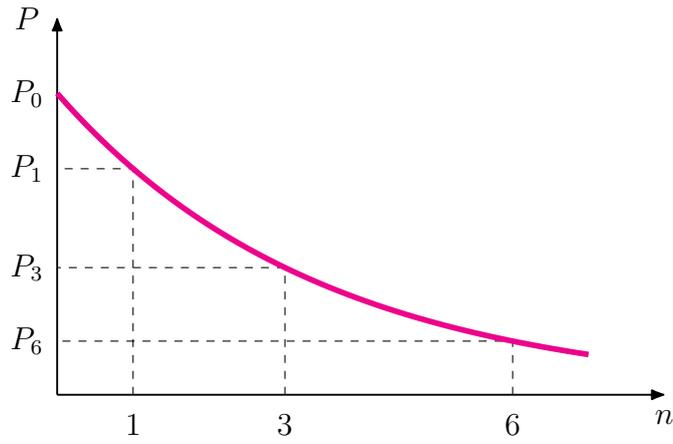

Fig 2. Dependência entre a pressão do recipiente e o numero de carreiras do êmbolo
É interessante construir o gráfico da dependência da pressão no recipiente e o numero de carreiras do êmbolo, ou seja, a gráfica de uma função exponencial com base $V/(V + V') < 1$ (ver Fig 2). É claro que a pressão diminui em cada carreira para um valor cada vez menor. Então ... Como temos que proceder si a pressão requerida no final P' não coincide com nenhum dos valores P_n determinados com a formula (25)?